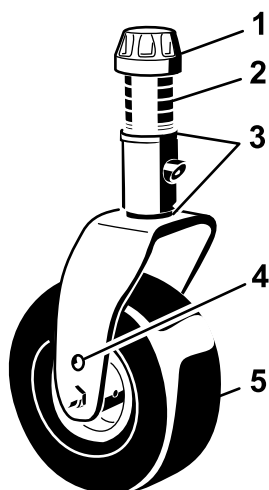
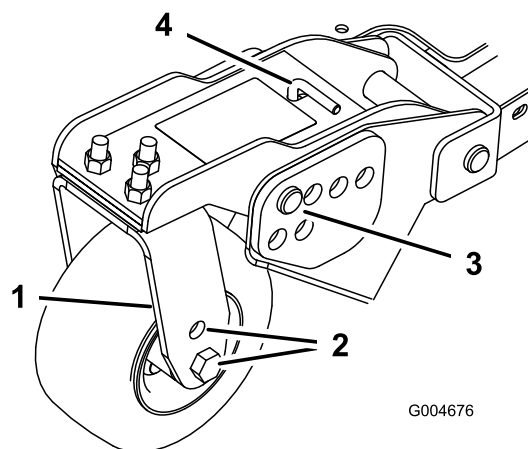
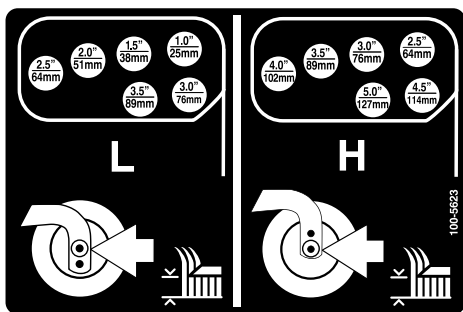

Figure 26
Figure 28
Figure 29
1. Placez les essieux des roues pivotantes dans les mêmes trous sur toutes les fourches (Figure 26 et Figure 28).
2. Enlevez le chapeau de tension de l'axe de pivot et sortez l'axe du bras de la roue pivotante (Figure 26).
5. Enlevez la goupille fendue et les axes de chape des bras de pivot (Figure 28).
6. Tournez la tige de tension pour élever ou abaisser le bras de pivot jusqu'à ce que les trous soient en face de ceux du support de hauteur de coupe sélectionnés dans le cadre du plateau de coupe (Figure 28 et Figure 29).